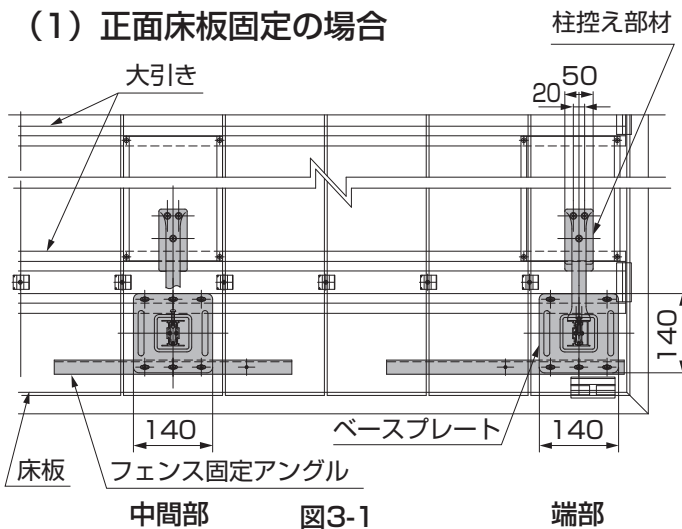
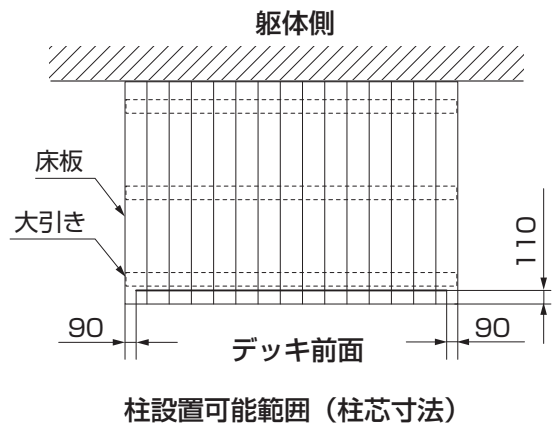
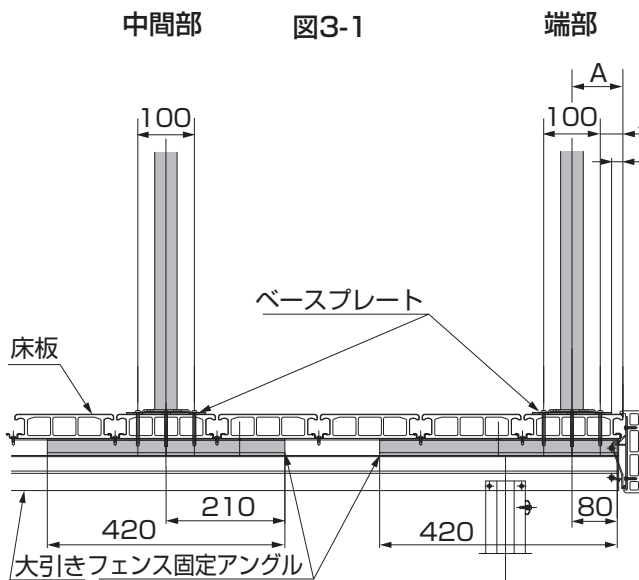
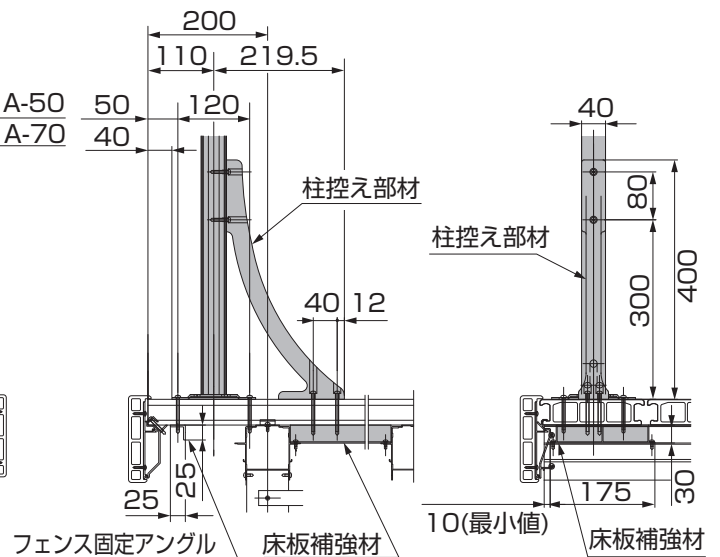

図3-1
図3-2
図3-3
図3-4
- デッキの中間部に立てる場合、端部に立てる場合には図3-1、図3-2、図3-3、図3-4を参照して取付けてください。
- 図3-3のA寸法値の最小値は90mmです。
- 図3-3のA寸法値の最大値は、フェンス固定アングルに手が届く約400mmの範囲内で自由に設定することができます。
②柱と柱控え部材を取付けるネジ位置をマーキングしてください。
③マーキングした床板にφ5.5の下孔をあけてください。(※1)
④ベースプレートを【9-2】で、床板の下の大引きまで3ヶ所取付けてください。
⑤デッキ前面の中心の下孔とフェンス固定アングルの孔を合わせて、ベースプレートを【9-3】で取付けてください。(※2)
⑥【9-2】で、床板の下にフェンス固定アングルをあてて2ヶ所取付けてください。
⑦柱控え部材を【8-2】で、床板の下の大引き補強材に固定してください。
⑧柱に柱控え部材を【8-1】で、固定してください。
(2) 正面大引き固定の場合